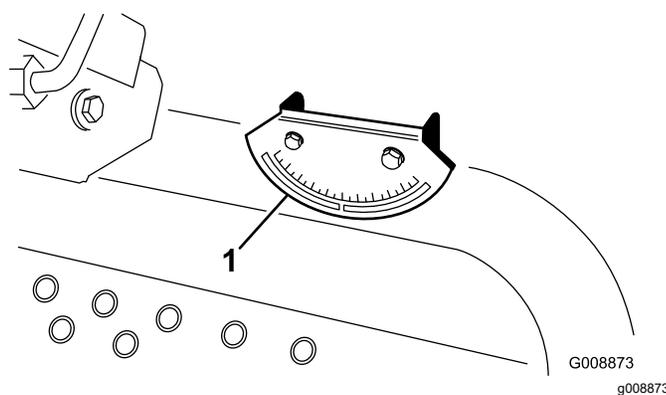

図 5
2. 機体のクロスビーム燃料タンク脇に携帯斜面計付属品を置いて、機体が水平になっていることを確認する 図 5。